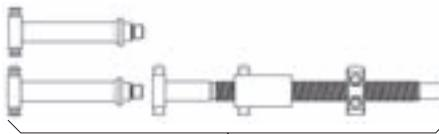

Fig. 16
- ▶ Montar el distractor de husillo 10, ver Fig. 16.